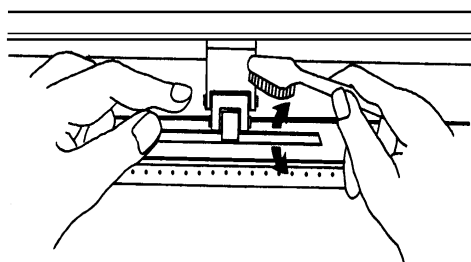

Рис. 6-1
3. Жесткой щеткой (можно зубной) очистить поверхность барабана от пыли. В процессе очистки проворачивать барабан вручную (рис. 6-1).